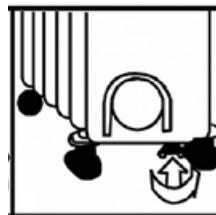

Рис. 4
4. Тщательно закрепите хомут с помощью барашковой гайки (Рис. 4), чтобы прибор был устойчивым и не мог упасть.